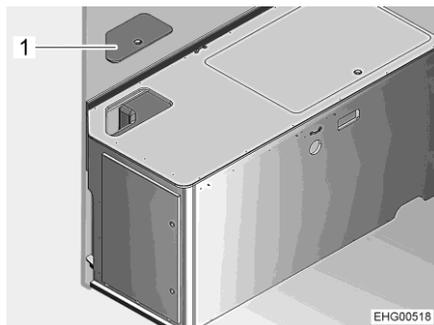

Fig. 120 Cassone letto a sinistra
- Rimuovere il coperchio di servizio (Fig. 120,1).